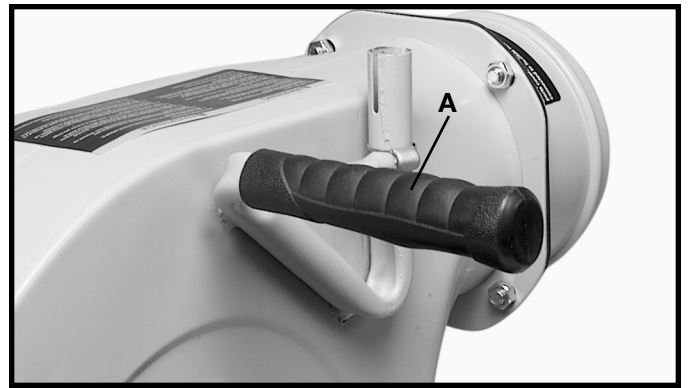

Fig. 29
1. El colector de polvo cuenta con una práctica asa de transporte con una empuñadura de goma (A), Fig. 29, que permite transportar fácilmente la unidad de un área de trabajo a otra. **IMPORTANTE: EL COLECTOR DE POLVO PESA APROXIMADAMENTE 46 LB. DEBE TENERSE CUIDADO AL LEVANTAR Y TRANSPORTAR LA MÁQUINA.**